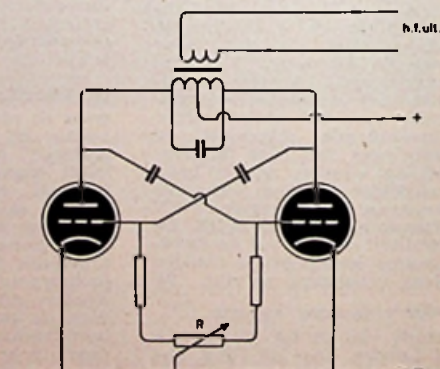

Fig. 3
beide buizen variabel te maken (fig. 3) waardoor de instelling van de kuizen verandert. Bij oscillatoren met één buis kunnen we door de opneem- en wiskop een klein gelijkstroompje laten vloeien zo dat de gelijkstroomcomponent van de
h.f.-wisselspanning wordt opgeheven (fig. 4). We regelen de potentiometers in fig. 3 en 4 zo dat er een zo laag mogelijke ruis ontstaat. Let op: Eerst de koppens demagnetiseren.